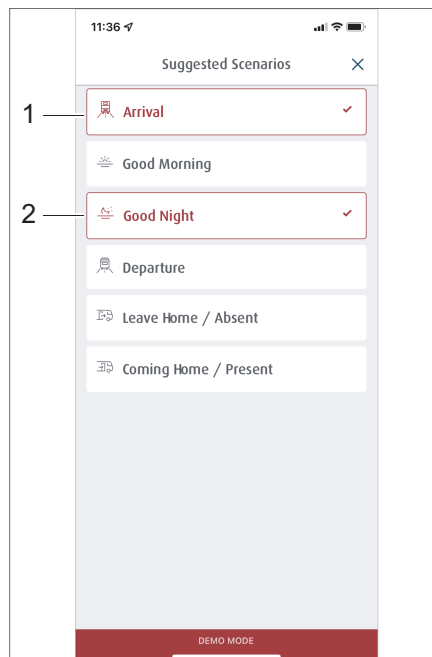
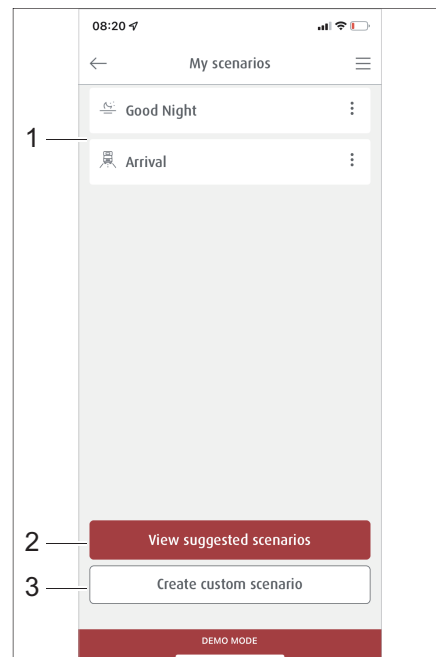

Fig. 281 Sélection de scénarios prédéfinis
Fig. 282 Gestion des scénarios
La rubrique *Scénarios* contient une liste de tous les scénarios enregistrés (Fig. 282,1). Des scénarios prédéfinis (Fig. 282,2) peuvent être consultés ou bien de nouveaux scénarios peuvent être créés (Fig. 282,3).
- Dans le menu *Scénarios*, appuyer sur la touche *Consulter les scénarios préétablis* (Fig. 282,2). Une liste des scénarios préétablis s'affiche.
- Appuyer sur la touche des scénarios souhaités, par ex. *Arrivée* (Fig. 281,1) et *Bonne nuit* (Fig. 281,2). Les touches des scénarios sélectionnés sont toujours entourés d'une bordure rouge et sont repris dans la liste du menu *Mes scénarios* (Fig. 282,1).